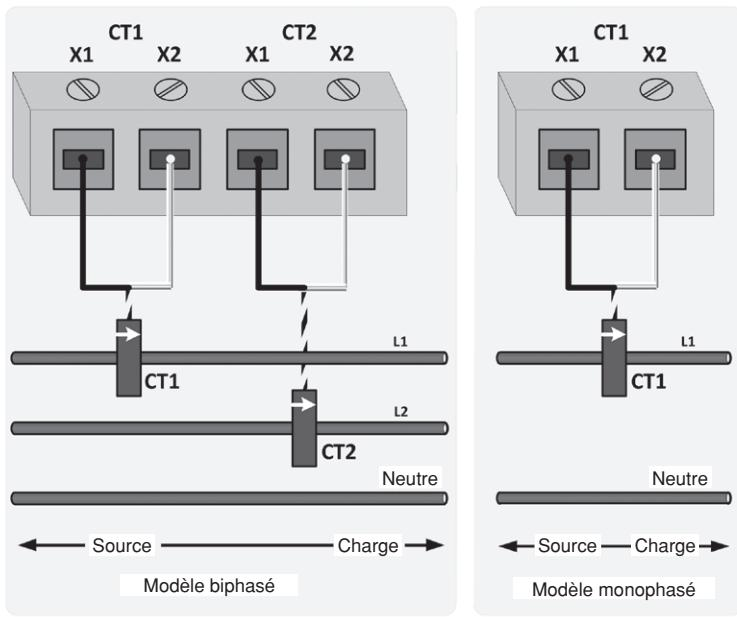

Figure 6 – Schéma de câblage des TC
- Si on veut de bonnes lectures, les entrées de courant et de tension doivent être « en phase ». Comme on le voit à la figure 6, le TC1 doit contrôler la phase reliée à L1, et le TC2 doit contrôler la phase reliée à L2. Les TC doivent être raccordés entre la ligne et la charge, et non sur les fils de tension qui mènent aux minicompteurs.
3. Raccorder les fils de sortie du TC aux bornes appropriée en orientant ce dernier correctement (voir la figure 6). Le tableau 3 décrit les raccords requis.
- e. Reprendre la procédure pour le conducteur restant en cas d'installation biphasée (voir la figure 6).
5. Installation de TC à noyau monobloc : alors que le courant est coupé, déconnecter un à la fois chacun des conducteurs contrôlés et y glisser un TC, en s'assurant qu'il soit bien orienté (voir la figure 6). Reconnecter les conducteurs. Raccorder les fils du TC aux entrées du minicompteur, conformément aux descriptions du tableau 3.